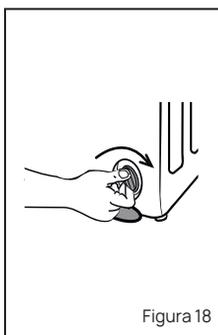

Figura 18
- Una vez limpio, colocarlo en su sitio enroscando en sentido horario, hasta su tope. Ver figura 18
Ver figura 18